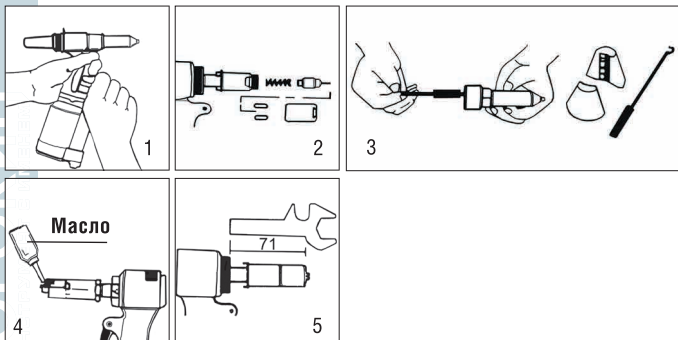

Рисунок 5 – Обслуживание цанги
2. Далее снимите защитный колпачок (рис. 5, поз. 1).
3. С помощью ключей из комплекта рассоедините переднюю и заднюю части корпуса цанги (рис. 5, поз. 2).
4. Снимите цангу и почистите щеткой с растворителем. Если зубцы цанги затупились, замените их новыми (рис. 5, поз. 3).
5. Замерьте и, если необходимо, отрегулируйте ход поршня (рис. 5, поз. 5).